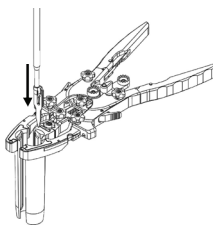

Abbildung 17
- Schieben Sie das Klemmstück in den Klingenkana (Abbildung 17).